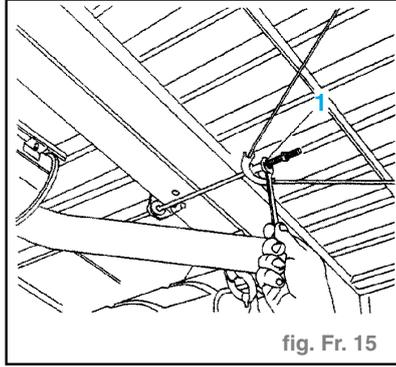

fig. Fr. 15
- visser l'écrou (2) jusqu'à ce que les roues soient bloquées. (fig. Fr. 15)